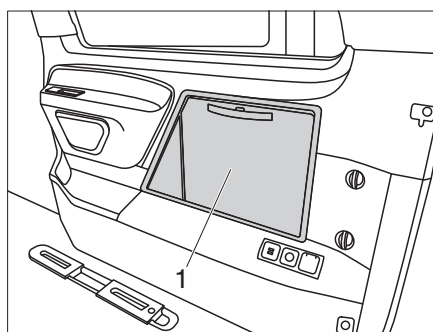
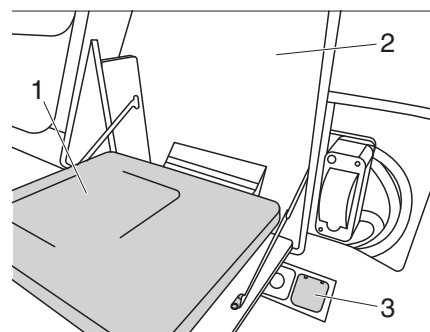

Figure 27 Volet d'accès
Figure 28 Alimentation électrique Plaque de cuisson à induction
La plaque de cuisson à induction du VANSTAR se trouve du côté droit du véhicule, sous le volet d'accès Plaque de cuisson à induction (Figure 27, 1). La plaque de cuisson à induction peut être utilisée lorsque le véhicule est raccordé à l'alimentation électrique via une prise extérieure.
- Ouvrir le volet d'accès Plaque de cuisson à induction (Figure 27, 1) et le rabattre vers le bas (Figure 28).
- Brancher la fiche secteur de la plaque de cuisson à induction (Figure 28, 1) dans la prise (Figure 28, 3).
- Installer la protection anti-projections (Figure 28,2).